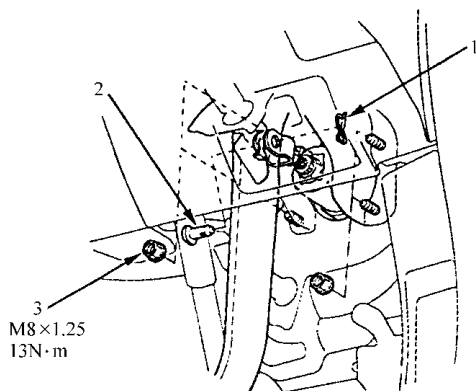

图 8-39 拆卸球头销
- 4) 如图 8-39 所示，拆卸夹子和球头销，然后从制动踏板上断开拨叉。